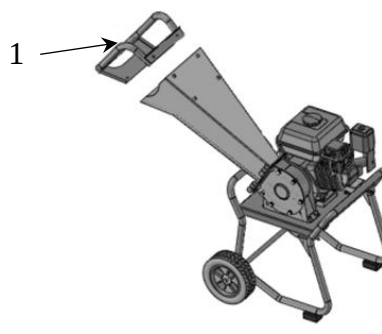

Fig. 5
- Allineare con cura la maniglia della tramoggia con l'apertura della tramoggia di alimentazione. Vedere Fig. 5.